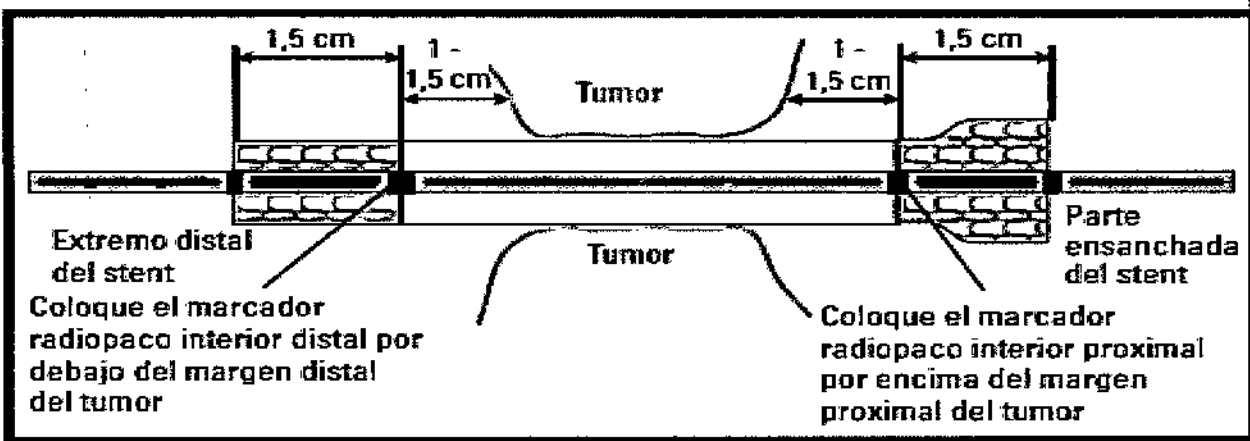

Figura 2B. Sistema introductor y colocación de un stent recubierto
Los marcadores radiopacos del sistema introductor pueden utilizarse como guía para colocar el stent fluoroscópicamente. El sistema introductor del stent no recubierto tiene dos (2) marcadores radiopacos. El sistema introductor del stent recubierto tiene cuatro (4) marcadores radiopacos. En ambos stents (recubierto y no recubierto), los dos (2) marcadores radiopacos exteriores indican la posición estimada de los extremos del stent desplegado (consulte las figuras 2A y 2B). En el stent recubierto, los dos (2) marcadores radiopacos interiores indican la posición estimada de los márgenes de la cubierta del stent desplegado (consulte la figura 2B).
Usando medios fluoroscópicos para situar un stent recubierto, coloque el sistema introductor con el marcador radiopaco proximal interior por encima del margen proximal del tumor, y el marcador radiopaco distal interior por debajo del margen distal del tumor, y centre el tumor entre los marcadores (consulte la figura 2B).